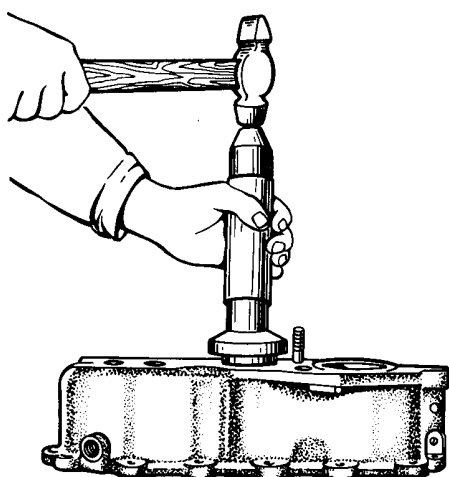

Рис. 7.11. Запрессовка роликового подшипника в картер
1. Запрессуйте роликовый подшипник (если он снимался) в картер (рис. 7.11), выдержав размер $6_{-0,5}^{+0}$ мм от торца картера.